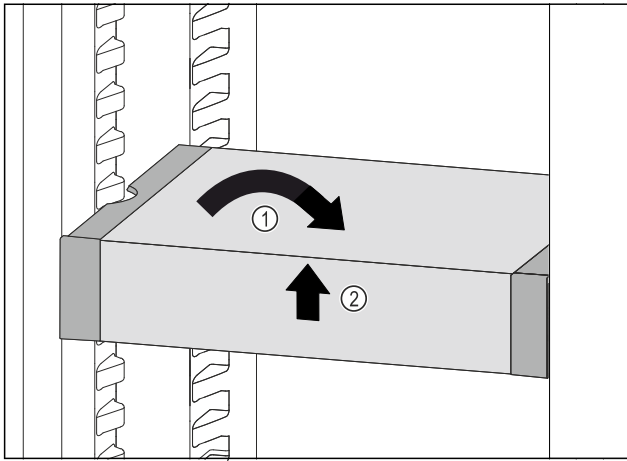

Fig. 32
- ▶ Remettre le VarioSafe droit. Fig. 32 (1)
- ▶ Soulever la partie avant du VarioSafe. Fig. 32 (2)